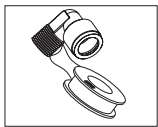

Bild. 6
- 1) Das Gewinde der Kupplung mit mehreren Schichten Teflonband umwickeln. Gegen die Einschraubrichtung wickeln (Bild 6).